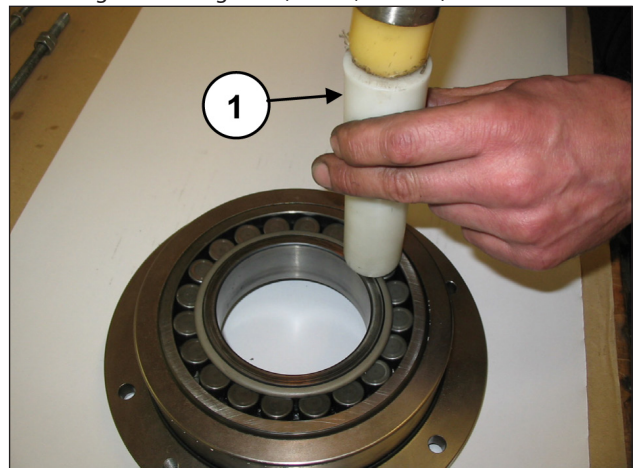

Abb. 26
Legen Sie die Kurbelwelle auf den Gehäuseboden ab. Trennen Sie den Lagerdeckel vom Lager mithilfe eines Werkzeugs mit Schlagwerk (Pos. ①, Abb. 26).